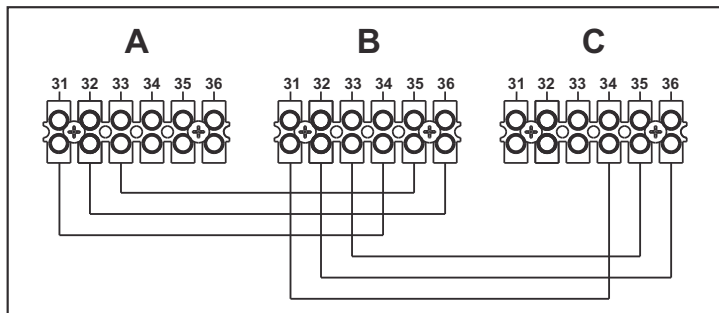

fig. 55 - Conexión en cascada
1. Conecte los módulos como se indica en la fig. 55 (ejemplo con 3 módulos).
Si el funcionamiento no es correcto, desconecte la alimentación eléctrica y controle el cableado en la fig. 55.